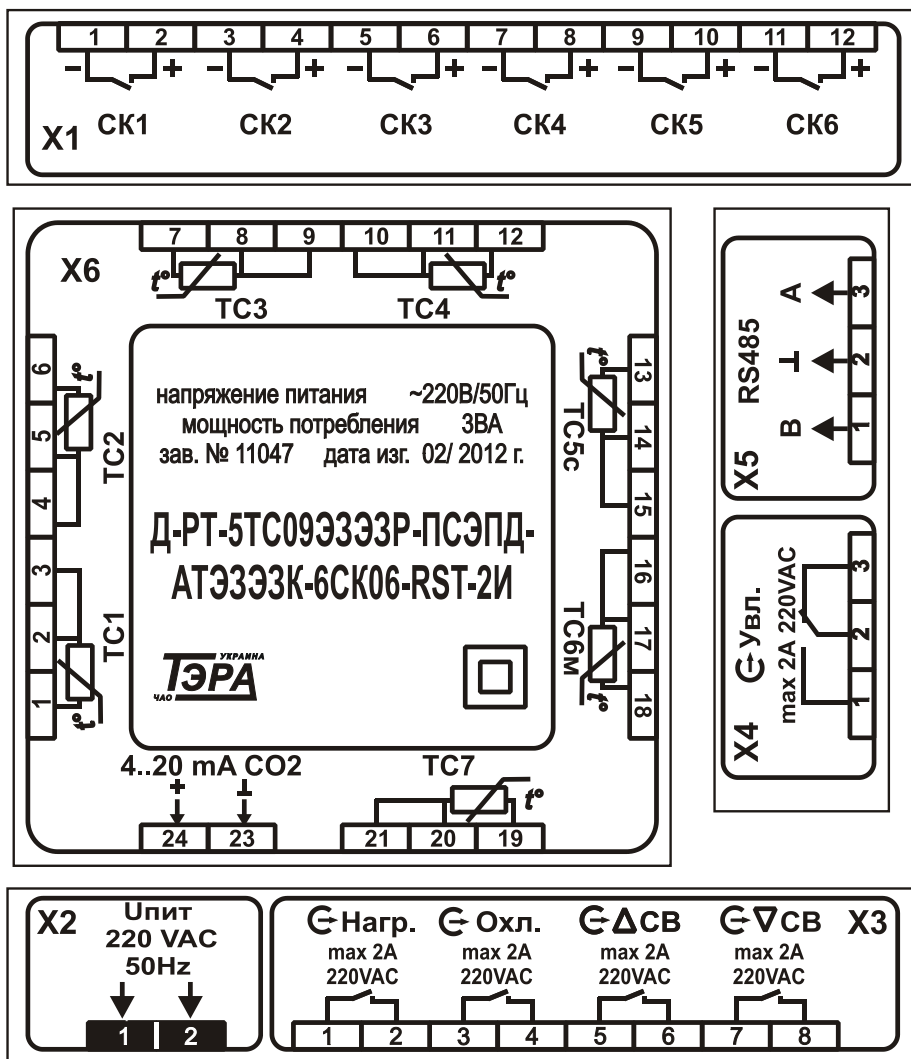

Рисунок 8.3 - Схема подключения прибора
8.4 Подключите прибор к источнику питания и исполнительным устройствам (см. рисунок 8.3 ).